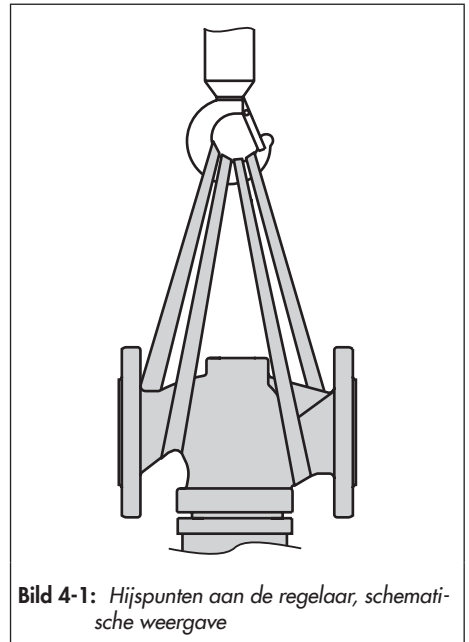

Bild 4-1: Hijspunten aan de regelaar, schematische weergave
- Bij de hefwerktuighulpmiddelen een haak met veiligheidssluiting gebruiken, zodat de aanslagmiddelen bij het hijsen en transporteren niet van de haak kunnen afglijden, zie Bild 4-1.
1. Steeds een heflus aan de behuizingsflens en aan de hefwerktuighulpmiddelen (bijv. haak) van de kraan of vorkheftruck bevestigen, zie Bild 4-1.